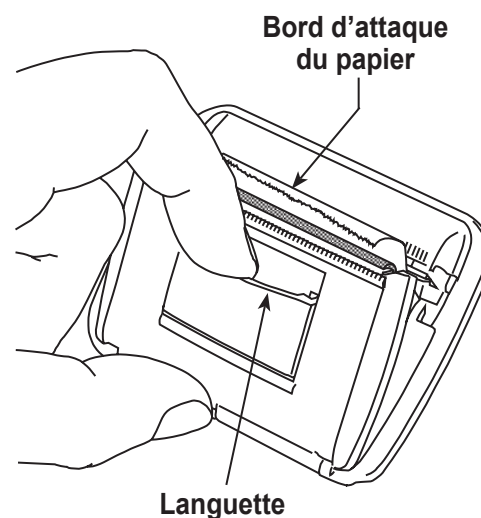

Figure 11
1. Retirez le couvercle de l'imprimante en tirant sur la languette tel qu'indiqué sur la Figure 11.
8. Placez l'imprimante dans la zone de découpe du panneau de commande. Appuyez sur la face de l'imprimante à ras du panneau, orientée avec le papier sortant en haut de l'imprimante comme illustré à la Figure 11.